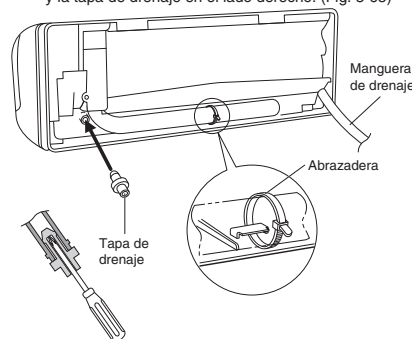

Fig. 3-65
- (d) Coloque la manguera de drenaje en el lado izquierdo y la tapa de drenaje en el lado derecho. (Fig. 3-65)